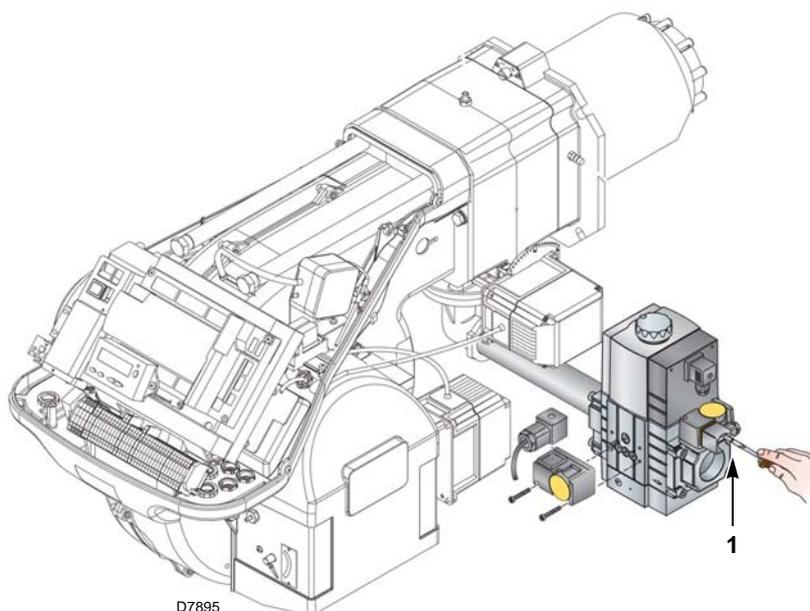

Fig. 30
- Contrôler la pression d’alimentation du gaz en raccordant un manomètre sur la prise de pression 1)(Fig. 30) du pressostat gaz minimum: elle doit être inférieure à la pression maximale admise pour la rampe gaz qui est indiquée sur la plaque des caractéristiques.
- Purger les tubes de la rampe gaz de l’air, en raccordant un tube en plastique sur la prise de pression 1)(Fig. 30) du pressostat gaz minimum. Porter le tube de purge à l’extérieur de l’édifice jusqu’à sentir l’odeur du gaz.